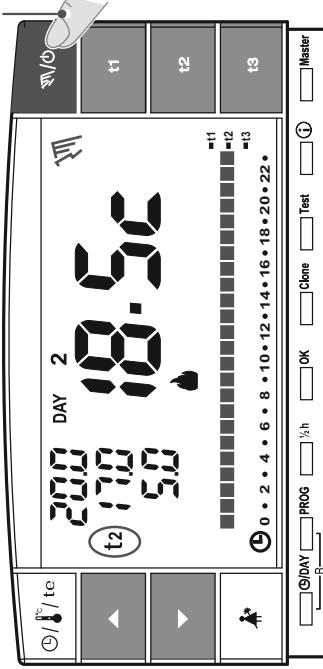

fig. 47
7.1(B) FUNCIONAMIENTO MANUAL PERMANENTE
- Mantener presionada la tecla “/Θ” (unos 4 seg.), el símbolo “” permanecerá fijo. El nivel de temperatura actual se aplica a todas las horas del día (ej. fig. 47).